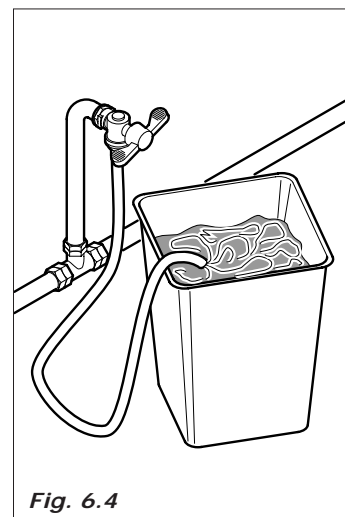

Fig. 6.4
- antes de efetuar a conexão hídrica, deixar sair um pouco de água da torneira para eliminar eventuais resíduos de impuridade e de sujeira (Fig. 6.4).